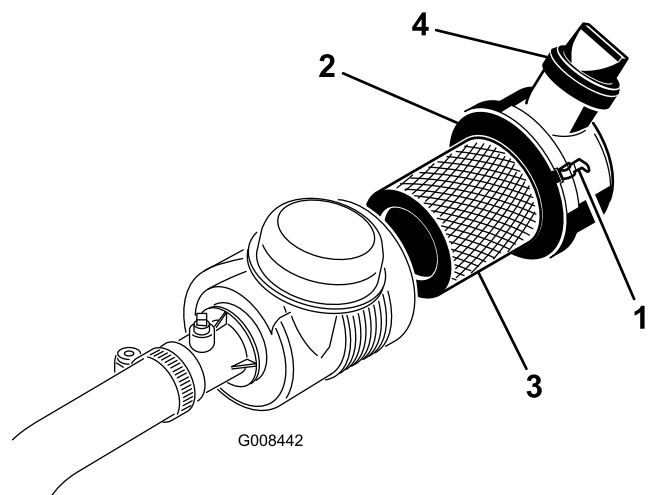

Figura 31
1. Liberte os trincos que fixam a cobertura do filtro de ar ao respetivo corpo (Figura 31).
7. Certifique-se de que os trincos prendem a cobertura ao corpo (Figura 31).